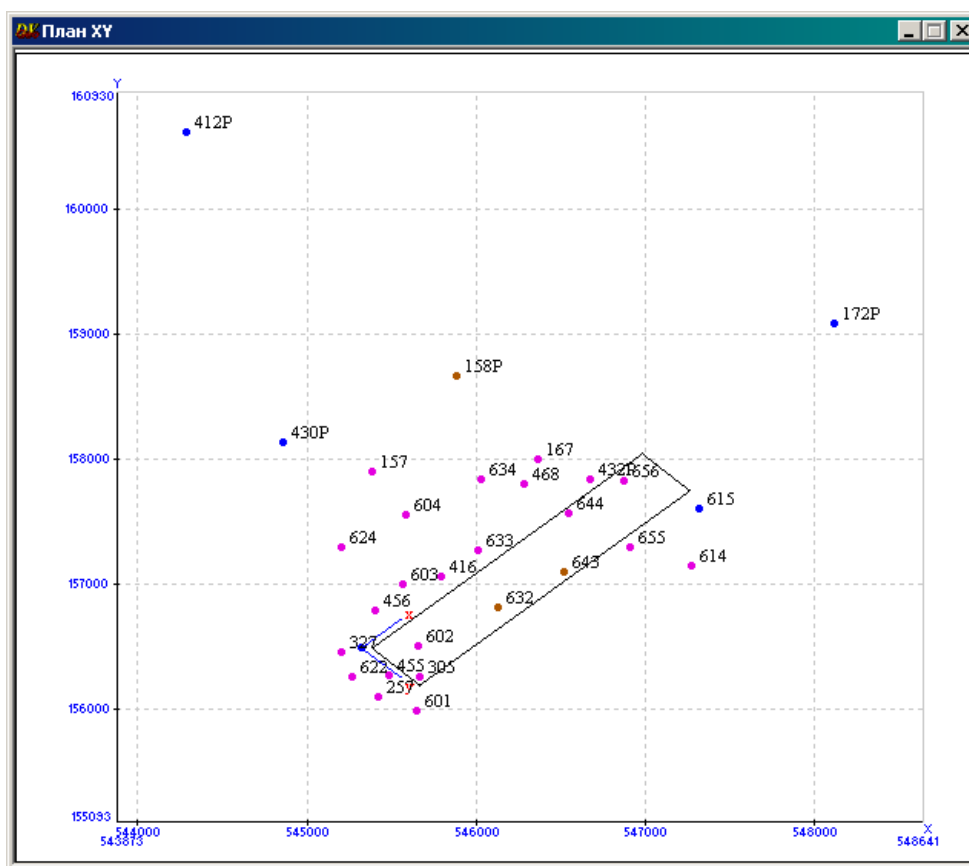
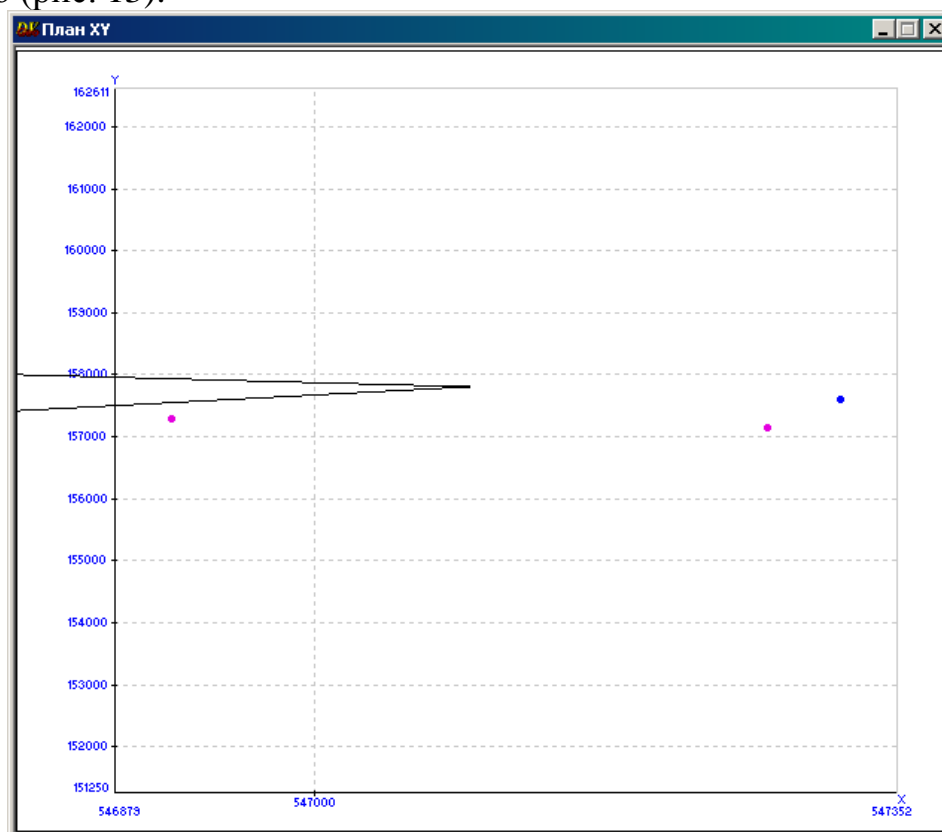

Рис. 13
Рис. 14
- на планшете левой кнопкой мыши нарисуйте прямоугольную область, которую можно вращать и растягивать (рис. 13).
Вращение и растягивание следует проводить, удерживая нажатой левую кнопку мыши близко к углам или границам прямоугольной области, но не пересекая их. Это действие требует определенных навыков, поэтому в случае «исчезновения» скважин (рис. 14) следует оконтурить область снизу вверх несколько раз и вернуться на исходную позицию (рис. 13).